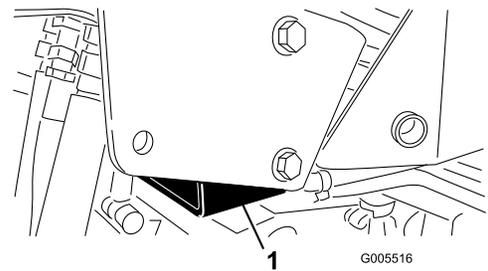

図 30
- 右側ジャッキパッド部分と、ROPS横転保護バーのサポートブラケットの近く 図 30